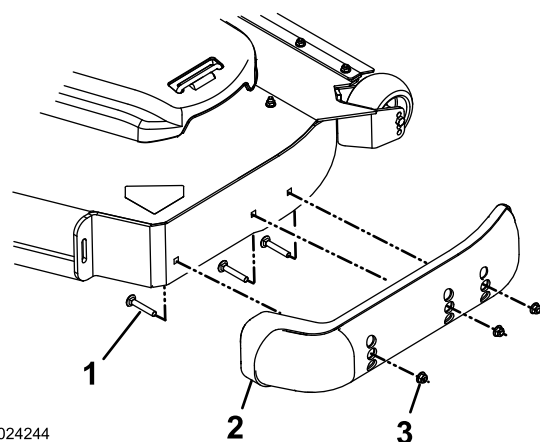

Figura 37
- Retire os parafusos de carroçaria e as porcas de cada patim (Figura 37).